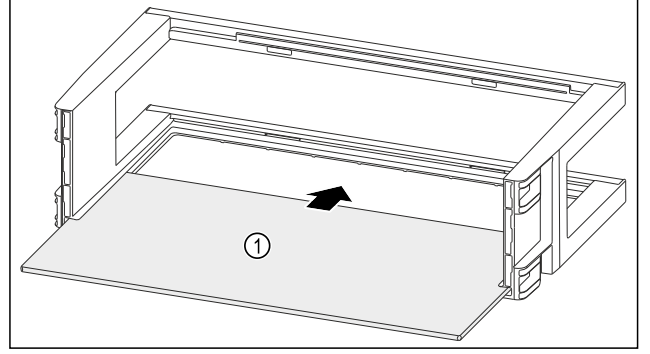

Fig. 93
- Raf alanını Fig. 93 (1) yandaki girintinin içine itin.